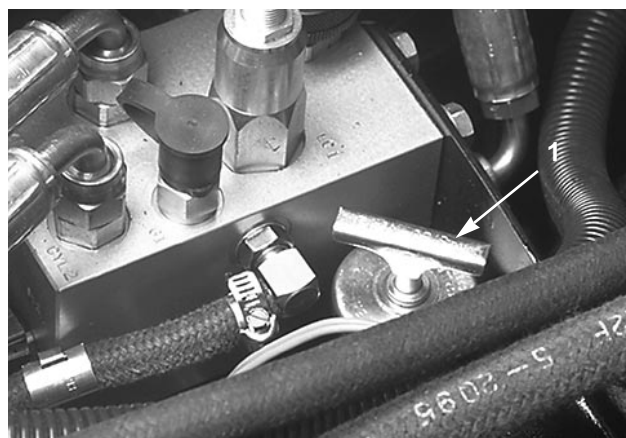

Fig. 5
KONTROL AF OLIE I HYDRAULIKSYSTEM (Fig. 5)
2. Skru målepindsdækslet (Fig. 5) af påfyldningsrøret. Tør målepinden af med en ren klud. Skru målepindsdækslet på påfyldningsrøret, men kun fingerstramt. Skru målepinden af og kontrollér oliestanden. Hvis oliestanden ikke når op til FULD (FULL) mærket på målepinden (Fig. 5), skal der hældes nok olie på, indtil den står op til mærket. FYLD IKKE FOR MEGET PÅ.